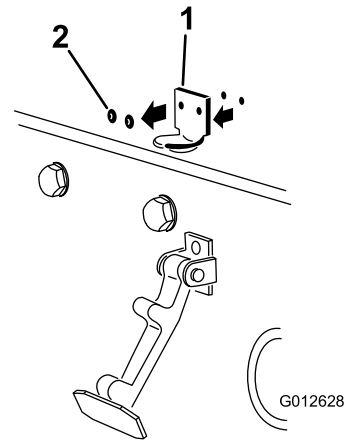

图 15
2. 拆下将机罩门锁支架固定至机罩的 2 个铆钉 (图 15) 然后从机罩上卸下机罩门锁支架。